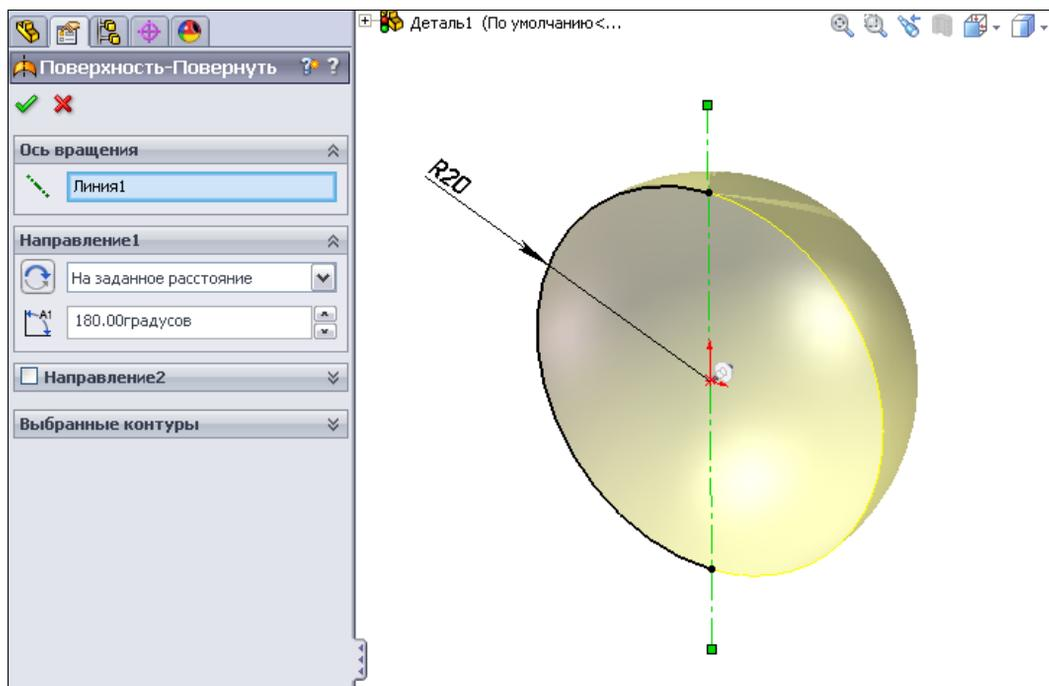

Рис. 2.116
2. Оформим поверхность, нажав кнопку  — **Повернутая поверхность** на панели инструментов **Поверхность**. На экране появится окно **Поверхность-Повернуть**, где укажем ось вращения и угол поворота контура 180° (рис. 2.116).